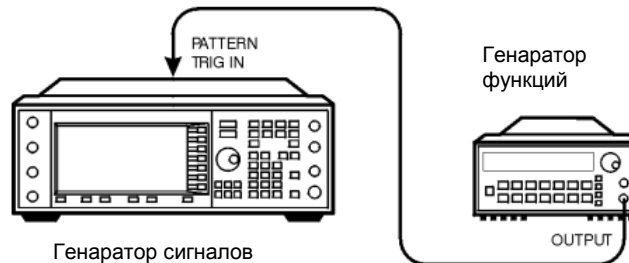

Рисунок 6-1
1. Присоедините генератор функций Keysight 33120A или аналогичный к порту PATT TRIGGER IN генератора сигналов (см. Рисунок 6-1).